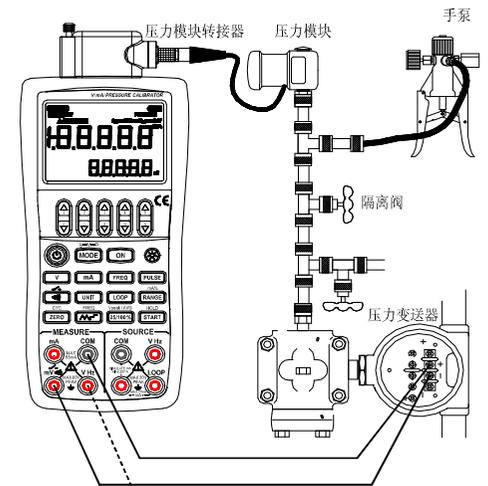

图13 校准压力—电压变送器
- 步骤一：如图13所示把压力模块和校准仪连接起来
步骤三：按图13所示连接测量引线到标准设备的输出端。